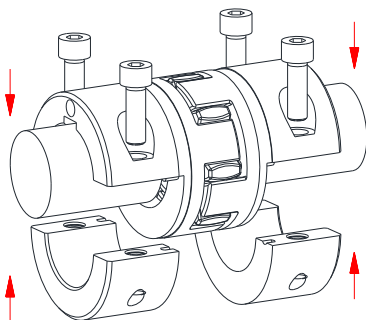

Bild 8: Montage der Baugruppe auf die Wellen
- Montieren Sie die zusammengesteckte Einheit mit den Halbschalen und den Klemmschrauben auf die Wellenenden der An- und Abtriebsmaschine (siehe Bild 8).